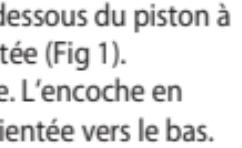

Fig 4
f) Si nécessaire, placer un embout intraoral sur l'embout de mélange (Fig 4). De plus grandes quantités de matériau peuvent être obtenues si l'embout intraoral est raccourci d'env. 1 mm.